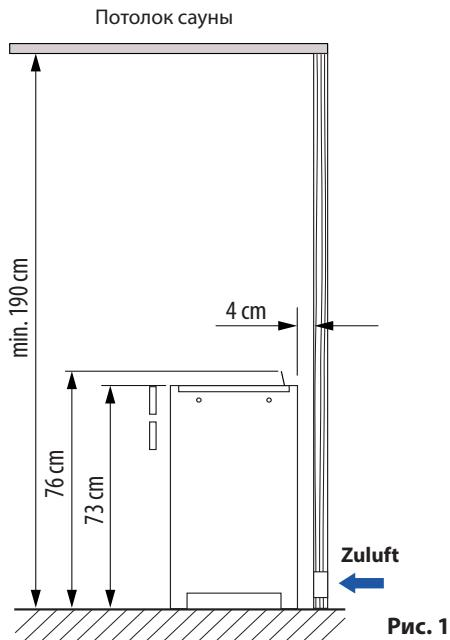

Рис. 1
- Минимальная внутренняя высота сауны должна составлять **1,90 м.** (Рис. 1)
- Не кладите камни для сауны в печь до тех пор, пока она не примет свое окончательное положение. Соблюдайте минимальные отступы (см. рис. 1 и 2).